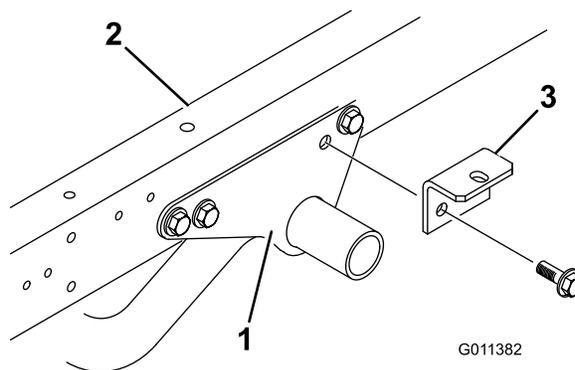

Figura 5
1. Remova os dois parafusos de cabeça flangeada e as porcas de bloqueio flangeadas que prendem a traseira de cada suporte de montagem do chassis do motor à lateral de cada estrutura do veículo Workman (Figura 5).
2. Prenda, sem apertar, um suporte de acessório a cada suporte de montagem do chassis do motor e chassis do veículo Workman com os dois parafusos de cabeça flangeada e porcas de bloqueio flangeadas que removeu no passo 1 (Figura 5).